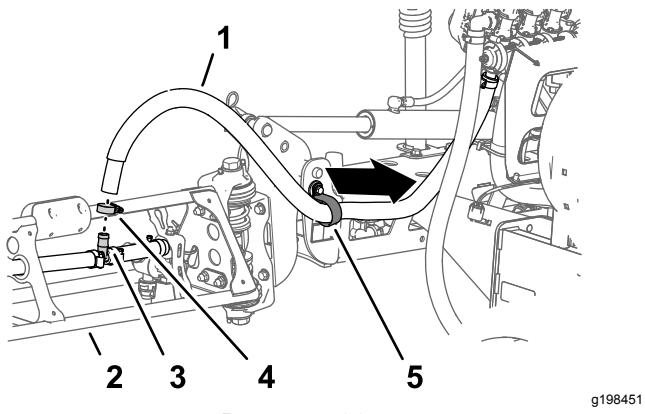

Рисунок 33
- С наружной секции опрыскивателя снимите шланговый хомут, который крепит шланг секции опрыскивателя к тройнику типа «елочка» (Рисунок 33).
- Снимите шланг с тройника (Рисунок 33).
- Снимите свободный конец шланга с R-образного хомута (Рисунок 33).